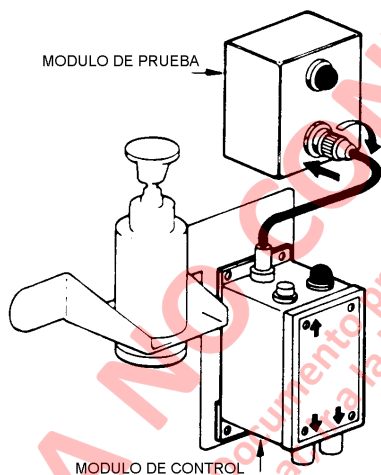

FIGURA 2.3-12 INSTALE EL CONJUNTO DEL MODULO DE PRUEBA
Con el jumper en su lugar, atornille el conector del detonador en el receptáculo en el módulo de prueba (Figura 2.3-12). La luz del módulo de prueba se debe encender inmediatamente. Esta prueba confirma que el cable está correctamente instalado y que funcionará como está diseñado. Si la luz del módulo de prueba no se enciende en el módulo de prueba, consulte la sección "Localización de Fallas".
- Proceda con el extremo del último largo del cable de detección y saque el conjunto del jumper (Figura 2.3-12). Finalmente, ponga el conector ciego original en el cable de detección. La luz del módulo de prueba se debe apagar inmediatamente. Si la luz no se apaga, consulte "Localización de Fallas".